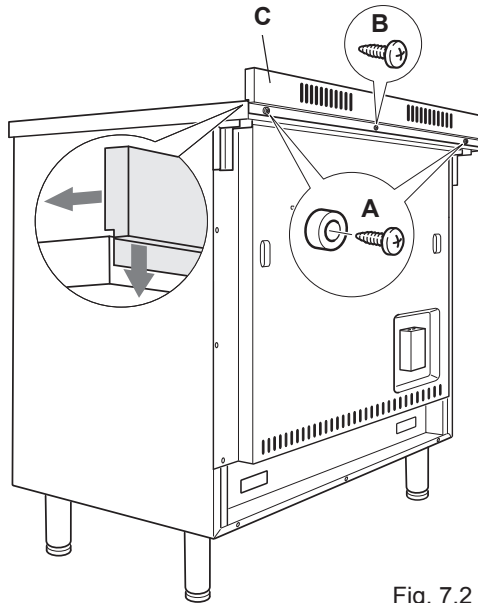

Fig. 7.2
Avant d'installer la cuisinière, assembler la protection arrière "C" (fig. 7.2).
- Enlever les entretoises "A" (fig. 7.2) en devissant la vis de fixation.